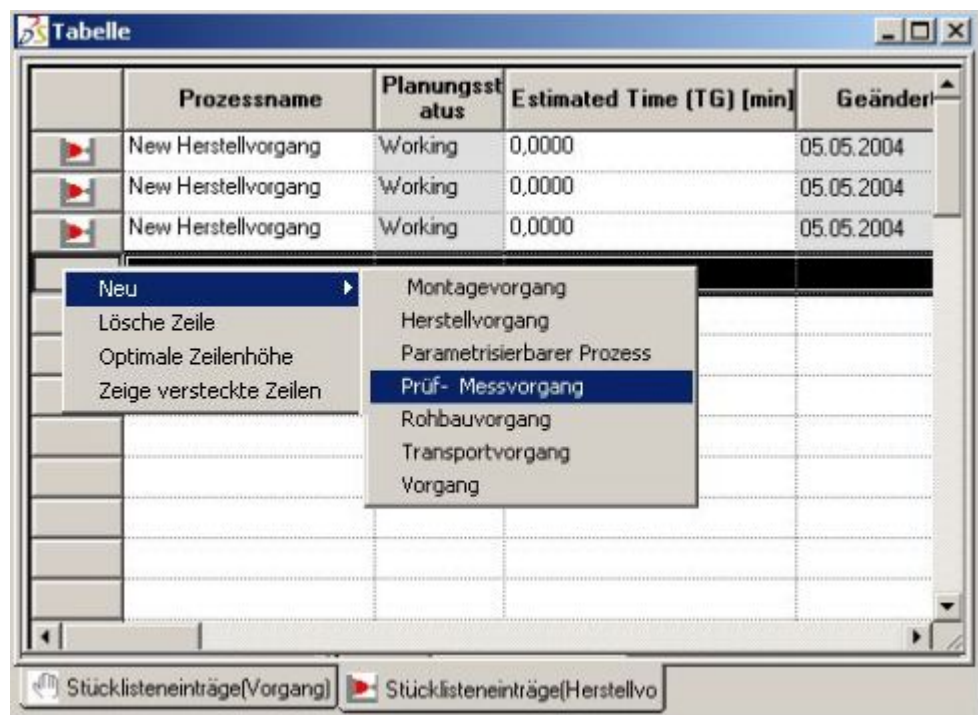

Abbildung 152: Neues Objekt erzeugen – mit konfigurierten Planungstypen
Siehe auch: Abbildung 152.
- ➔ Wählen Sie *Neu* und dann den entsprechenden Planungstypen aus. Im Bild ist es der Planungstyp *Prüf- und Messvorgang*. Das neue Objekt wird in der Tabelle sofort angezeigt. Siehe auch: Abbildung 152.